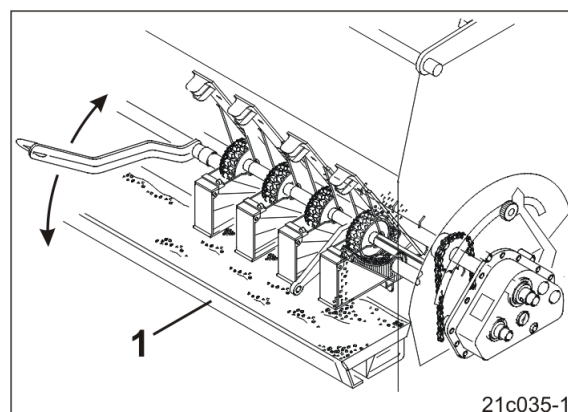

Fig. 211
6. Poser les augets d'étalonnage (Fig. 211/1) sur le cône de descente, voir chapitre « Poser les augets d'étalonnage sur le cône de descente », page 129.